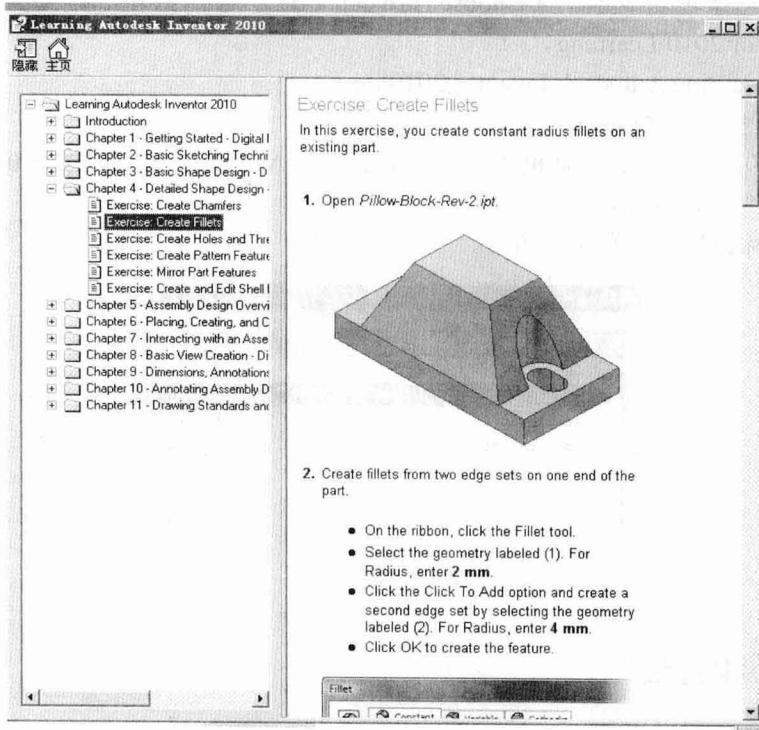

图 1
- **屏幕：**在桌面上单击 CD 中的 图标，打开“Learning Autodesk Inventor 2010.chm”电子文件（图 1），在屏幕上完成逐步练习。屏幕练习与书本中的练习是一样的。屏幕版本的优点是，可以将精力集中在屏幕上，无需低头去看书。